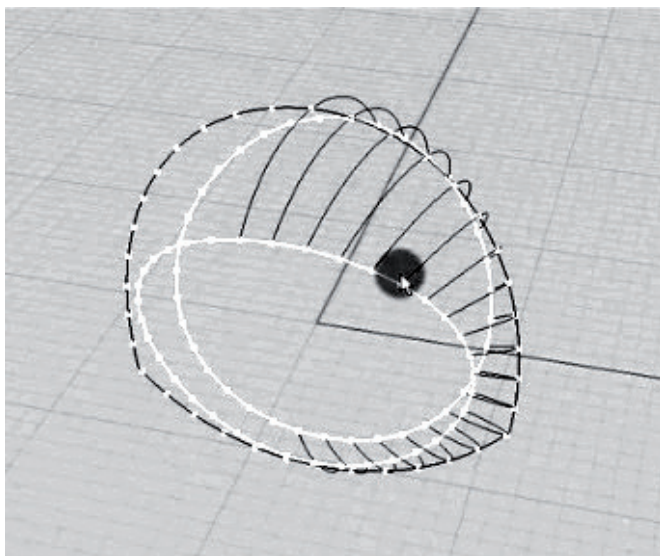

Рис. 78. Соединение паралельно всех точек
13. Постепенно соединяем все точки окружностей. Получаем каркас из линий (рис. 78).